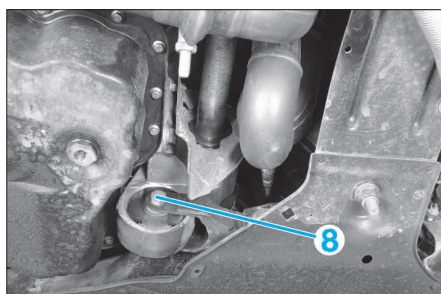

FIG. 91
- la vis de biellette anticouple inférieure (8) (Fig.91).